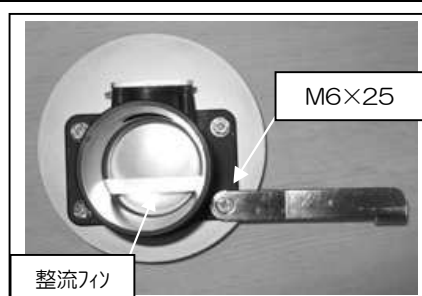

図6
②組み立てたエアフロアダプターと、アダプター、ジョイントアダプター、整流フィン、ステーを図6、7を参考に組み立てます。※整流フィンはアダプターとジョイントアダプターの間へ挟みます。取り付け位置、向きに注意して下さい。※ボルトは、ステー取付部にはM6×25、その他の部分にはM6×20を使用します。